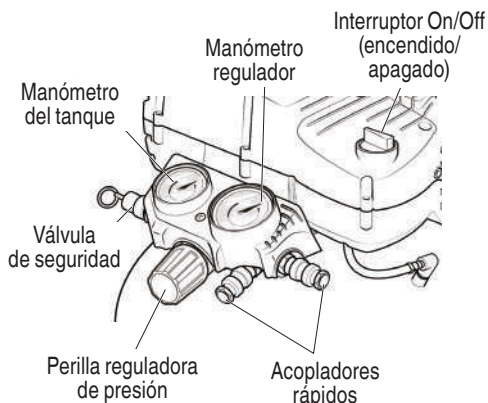
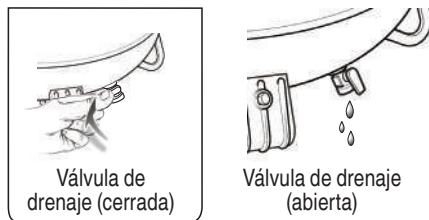

Fig. 3
Fig. 4
- Introduzca la manguera en el acoplador rápido ya instalado en el compresor (Fig. 3).
- Gire la perilla reguladora de presión por completo en sentido horario para abrir el flujo de aire. (Fig. 3)
- Coloque el interruptor en la posición de apagado **OFF (O)** y enchufe el cable de alimentación.
- Abra la válvula de drenaje por completo (Fig. 4).
- Encienda el compresor de aire **ON (I)** y déjelo funcionar durante 10 minutos para asentar las piezas de la bomba.
- Coloque el interruptor en la posición de apagado **OFF (O)**.
- Cierre la válvula de drenaje (Fig. 4).